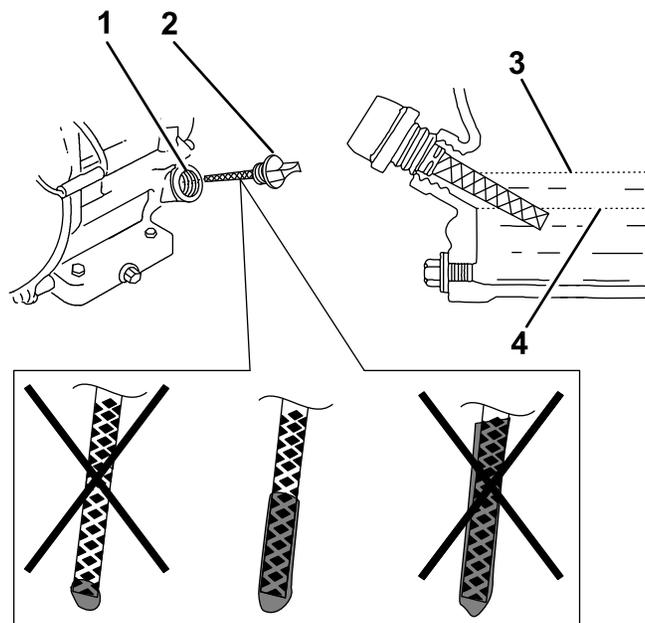

Figure 27
- Enlevez le bouchon de remplissage/jauge (Figure 27).
- Versez lentement environ 80 % de la quantité d'huile spécifiée dans l'orifice de remplissage (Figure 27).
- Remettez le bouchon de remplissage/jauge (Figure 27).